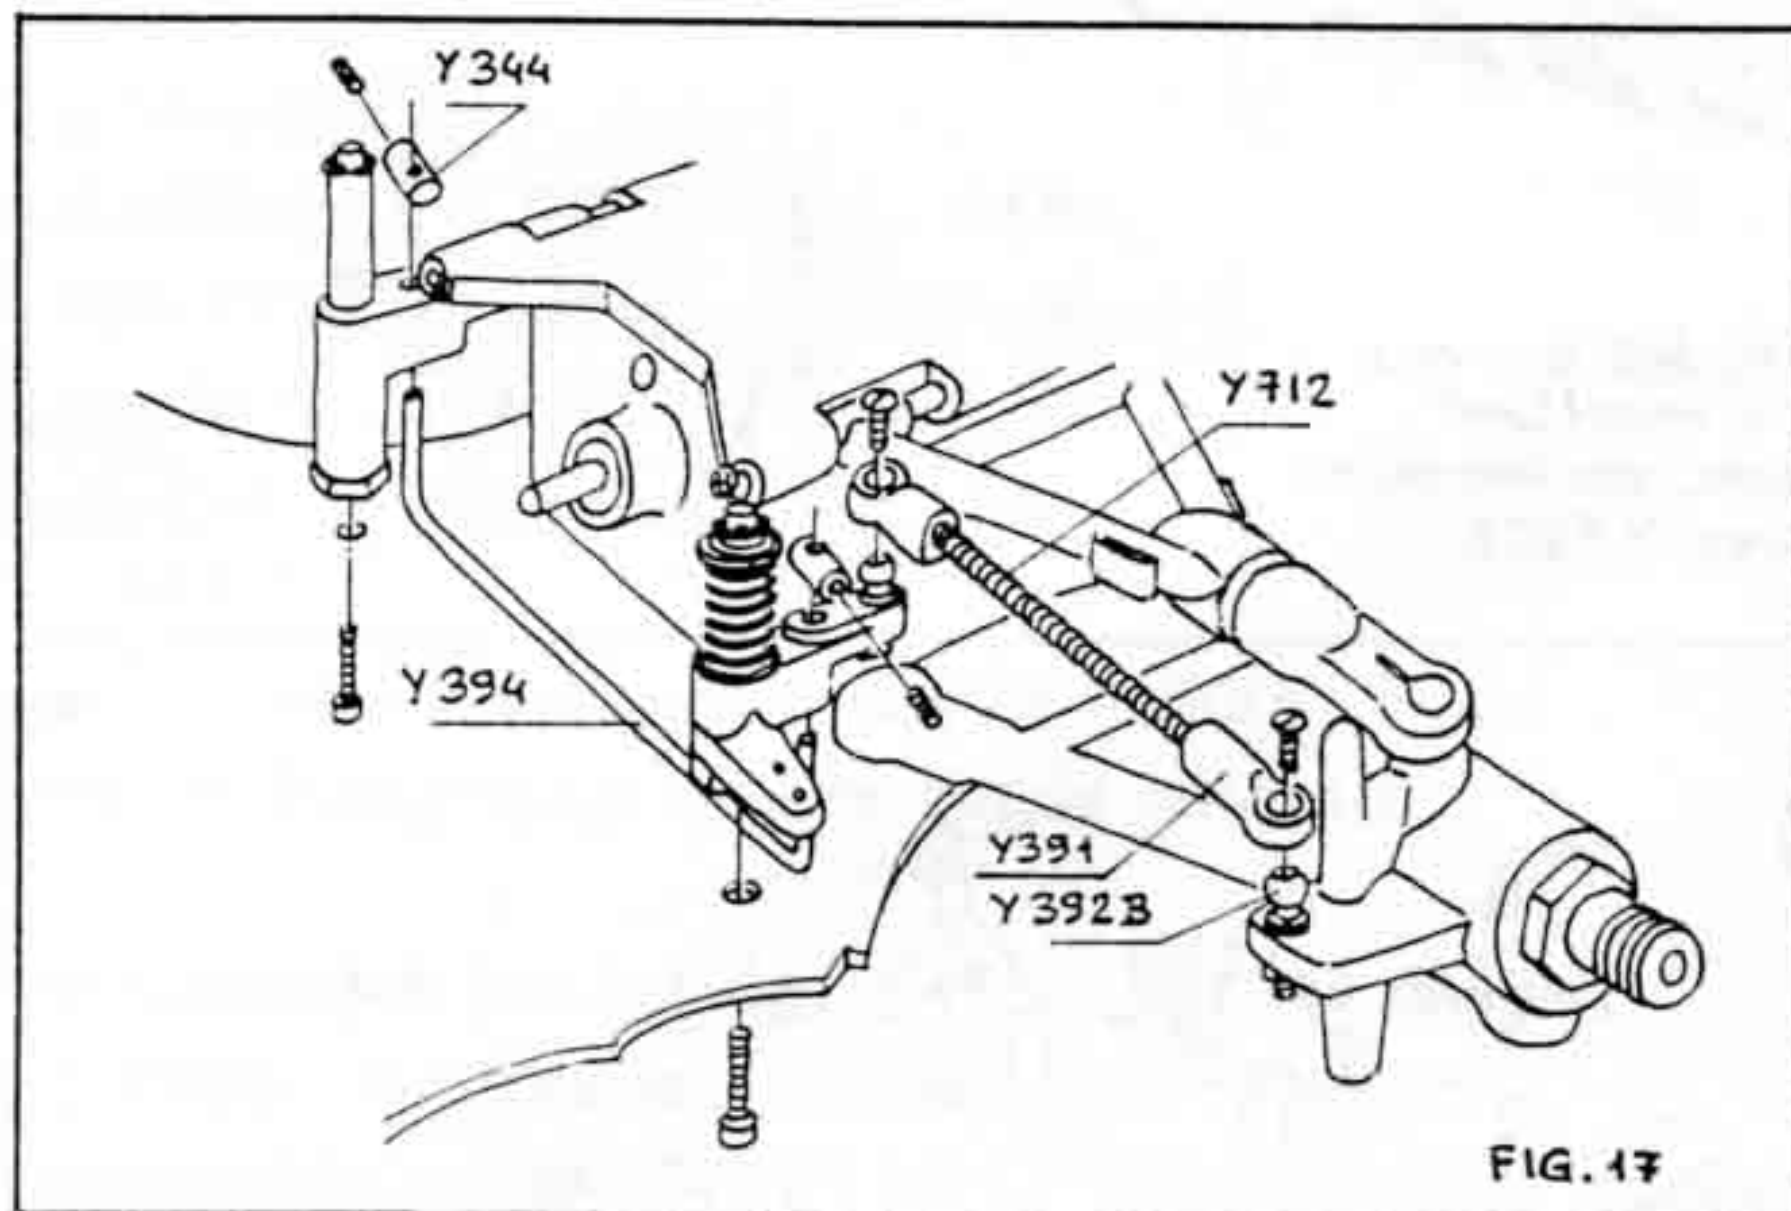

FIG.17
- Relier le sauve-servo et le renvoi d'angle avec la barre de liaison Y394 (Fig.17).